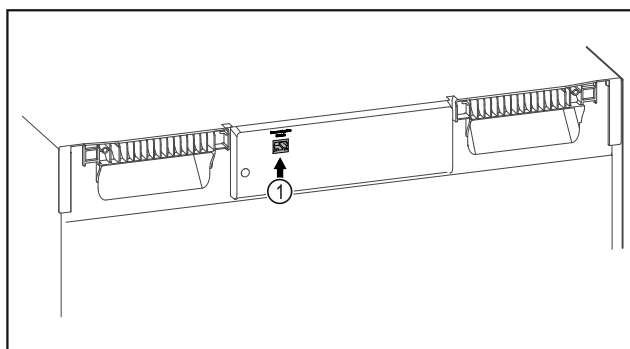

Fig. 77
- ☐ SmartModule Fig. 77 (1) ist eingesetzt.